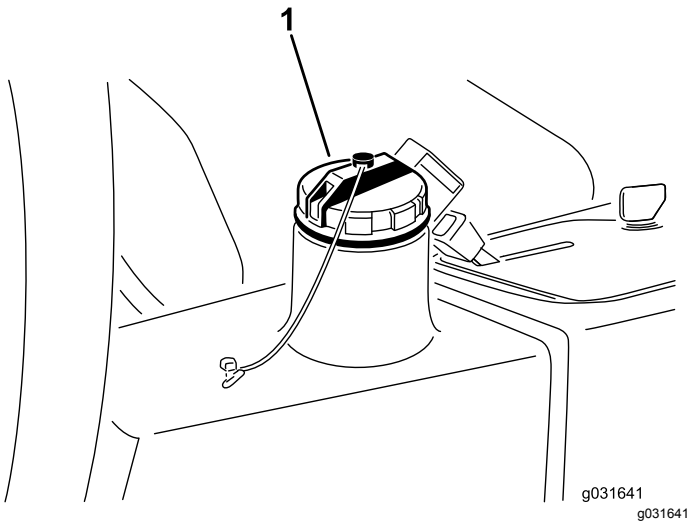

**Figura 63**
2. Scollegate il tubo idraulico o togliete il filtro idraulico e lasciate defluire il fluido idraulico in una bacinella (Figura 62 e Figura 63).
3. Quando il fluido idraulico cessa di defluire, montate il tubo idraulico (Figura 63).